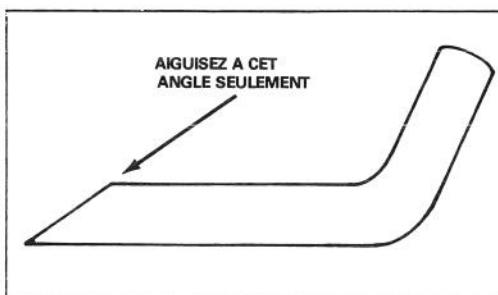

Figure 17
**6. AIGUISAGE DE LA LAME** — A l'aide d'une lime, aiguisez le haut de la lame en maintenant l'angle de coupe initial (Fig. 17). La lame restera équilibrée si vous enlevez la même quantité de métal des deux extrémités de la lame.